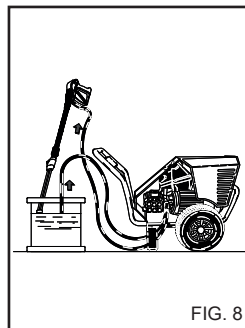

FIG. 8
Kun olet käyttänyt pesuainetta, pesuaineen syöttö pitää huuhdella puhtaalla vedellä. (Fig. 8).
1) Huuhtele korkeapaineinen vesipiiri pesuaineen käytön jälkeen: käytä pumppua 1 minuutin ajan annosteluhana täysin suljettuna. (Fig. 8).